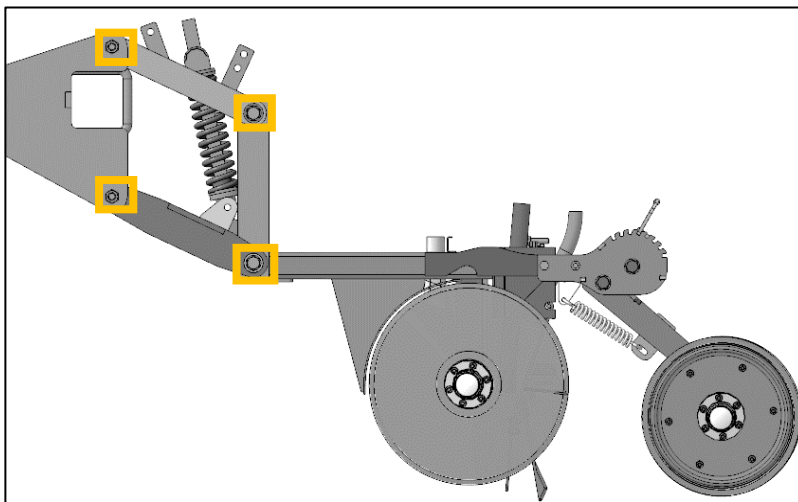

Рисунок 88 – Втулки параллелограммного механизма сошника
12. Обильно смазать машинным маслом 8 втулок с двух сторон параллелограмма сошника, рис.88.